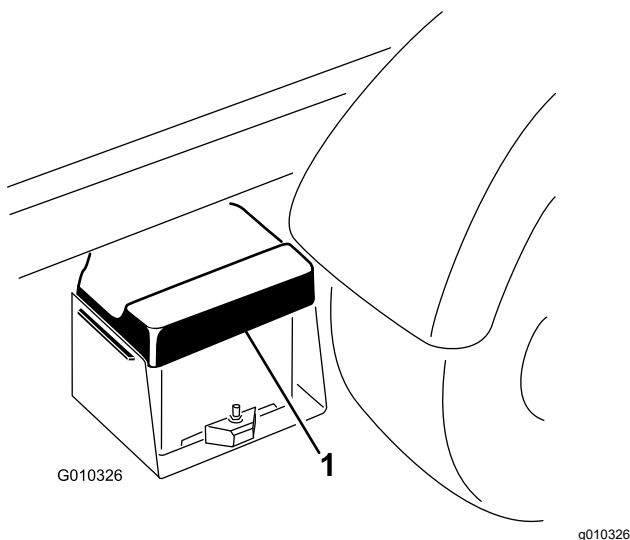

Figure 41
1. Appuyez sur le couvercle de la batterie pour dégager les pattes de la base de la batterie et déposez le couvercle de la base (Figure 41).